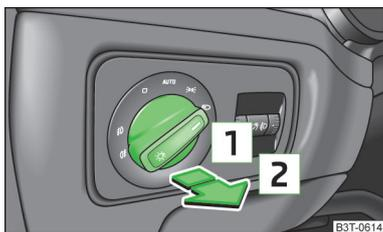

Abb. 33
- Den Lichtschalter in Stellung  oder  » **Abb. 33** drehen.
- Den Lichtschalter in Stellung  oder  » **Abb. 33** auf Seite 57 drehen.